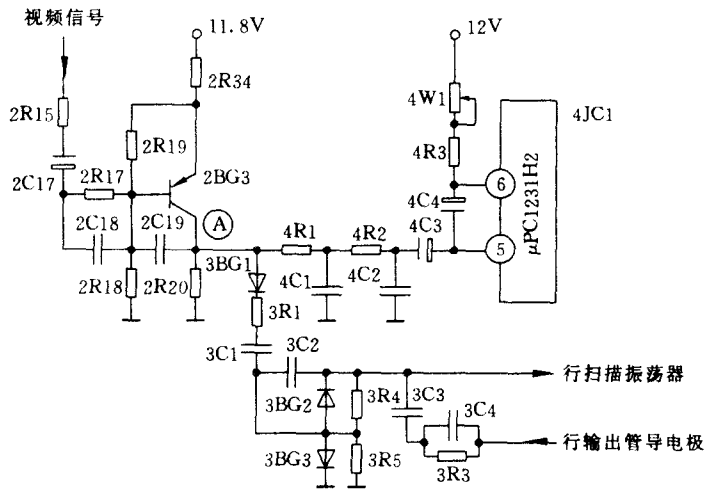

图 2
分析与检修:因开机后电视机图、声正常可基本认定电视机的电源供电、图像与伴音通道正常,视放电路正常;图像画面为上下滚动系场同步不良;有时能形成完整画面有时完整画面发生撕裂,这属于行同步不稳时好时坏。由于调节场频电位器和行频旋钮可使同步不稳故障减轻,初步认定行、场扫描频率正常。此机故障可初步分析为图像行、场同步不稳故障。为此,首先将对对比度钮到最大位置,图像浓淡合适,画面对比度正常,看来故障在 2BG3 为中心的同步分离电路,见图 2。用“动态直流电压法”测 2BG3 的集电极电压④点,无信号时即高频头拨到空频道上 $V_c = 1.8V$,有信号即收视电视节目 $V_c = 1.2V$,因为 2BG3 同步分离管集电极电压静态电压有变化且有一定幅度,说明同步分离电路系正常。也说明复合同步头已从视频信号中正常被分离出来,由于故障现象表现为场不同步且场频可能正常,只有从 2BG3 的集电极④点至 $\mu PC1031Hz(4JC1)$ 的场同步信号输入端⑤脚之间的 4R1、4C1、4R2 和 4C2、4C3 组成的两节积分网络等有元件坏或耦合电容 4C1 开路,按这个思路查出第一节